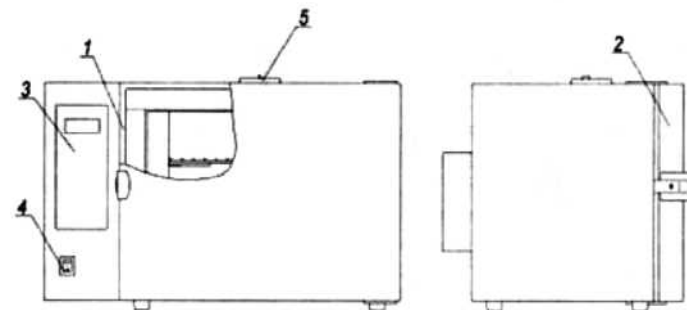
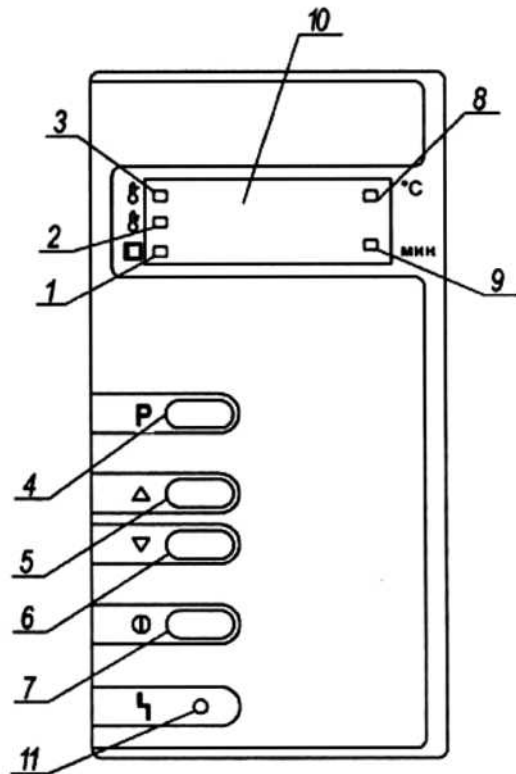

Рисунок 1 - Стерилизаторы ГП МО. Общий вид
Рисунок 2 - Расположение органов управления стерилизатором на блоке управления
1.4.1 Общий вид стерилизатора представлен на рис. 1 и 2.
Установить выключатель (поз.4, рис. 1) в положение "I". На блоке управления загорится индикатор (поз.8, рис. 2), информационное табло (поз.10, рис.2) показывает текущую температуру в стерилизационной камере.
Для выбора программы стерилизации нажать на кнопку "P" (поз.4, рис.2) и выбрать нужную программу путем нажатия на одну из кнопок "Δ", "∇" (поз.5, 6, рис.2).
Для запуска выбранной программы кратковременно (не более 2 сек) нажать на кнопку "Ⓜ" (поз.7, рис. 2). Стерилизатор перейдет в фазу "ПОДГОТОВКА". Информационное табло индицирует изменение температуры в камере. Происходит нагрев до установленного значения температуры.
"СТЕРИЛИЗАЦИЯ". Включается светодиодный индикатор "СТЕРИЛИЗАЦИЯ" (поз.3, рис. 2), информационное табло попеременно индицирует время выдержки и текущую температуру в камере. Происходит выдержка при заданной температуре, по истечении которой стерилизатор переходит в фазу "ОХЛАЖДЕНИЕ",
В фазе "ОХЛАЖДЕНИЕ" индикатор продолжает показывать изменение температуры в камере и горит индикатор "ОХЛАЖДЕНИЕ" (поз 2,рис. 2). Температура в камере падает. При понижении температуры до 75°C гаснет индикатор "ОХЛАЖДЕНИЕ", загорается индикатор "ВЫГРУЗКА" (поз.1, рис. 2) и звучит прерывистый звуковой сигнал, который выключается через 1 минуту.
2.3.3 Установить выключатель (поз.4, рис. 1) в положение " I ". На блоке управления загорится индикатор (поз.8, рис. 2), информационное табло (поз.10, рис.2) показывает текущую температуру в стерилизационной камере.
В алгоритм управляющей программы стерилизатора заложена возможность автоматического запуска прерванной (в результате кратковременного пропадания питающего напряжения) программы. Если после включения произошел автоматический запуск программы, то для ее остановки необходимо нажать на кнопку (I) (поз.7, рис.2) и удерживать в течение 3 секунд.
Программа запоминает в энергонезависимой памяти номер последней программы, запущенной на исполнение. Для ее повторного запуска можно сразу нажать на кнопку "(I)" (поз.7, рис. 2), не производя перебор программ,
2.3.2 Для запуска выбранной программы кратковременно (не более 2 сек) нажать на кнопку "(I)" (поз.7, рис. 2). При этом включится вентилятор принудительной циркуляции воздуха внутри стерилизационной камеры и стерилизатор перейдет в фазу "ПОДГОТОВКА", Информационное табло индицирует изменение температуры в камере. Происходит нагрев до установленного значения температуры.
При необходимости запущенную программу можно остановить, нажав на кнопку "(I)" (поз. 7, рис.2) и удерживать в течение 3 секунд. Эту остановку можно выполнить в любой фазе стерилизации.
2.3.3 При достижении заданной температуры стерилизатор переходит в фазу "СТЕРИЛИЗАЦИЯ". Включается светодиодный индикатор "СТЕРИЛИЗАЦИЯ" (поз.3, рис. 2), информационное табло попеременно индицирует время выдержки и текущую температуру в камере. Происходит выдержка при заданной температуре, по истечении которой стерилизатор переходит в фазу "ОХЛАЖДЕНИЕ"
2.3.5 При понижении температуры до 75°C гаснет индикатор "ОХЛАЖДЕНИЕ", загорается индикатор "ВЫГРУЗКА" (поз.1. рис. 2) и звучит прерывистый звуковой сигнал, который выключается через 1 минуту.